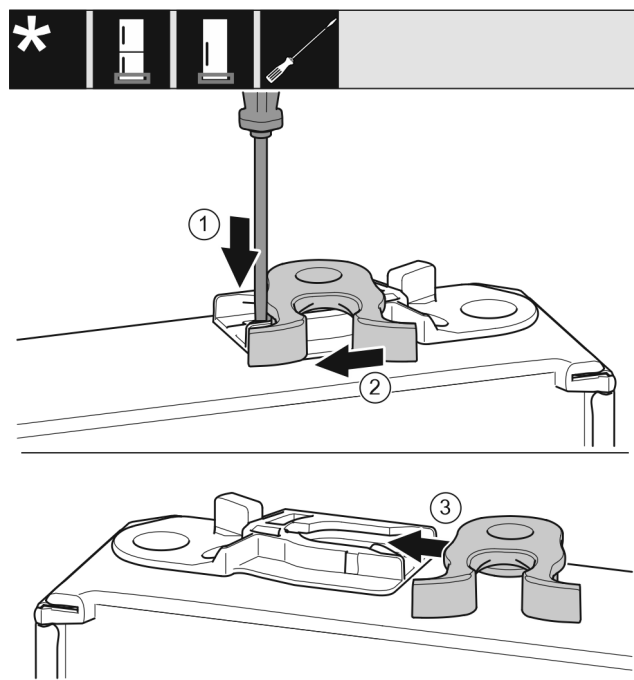

Fig. 21
- Spingere verso il basso la linguetta Fig. 21 (1) con il cacciavite a intaglio.
- Estrarre il gancio di chiusura Fig. 21 (2) dalla guida.
- Spostare il gancio di chiusura Fig. 21 (3) sull'altro lato nella guida.